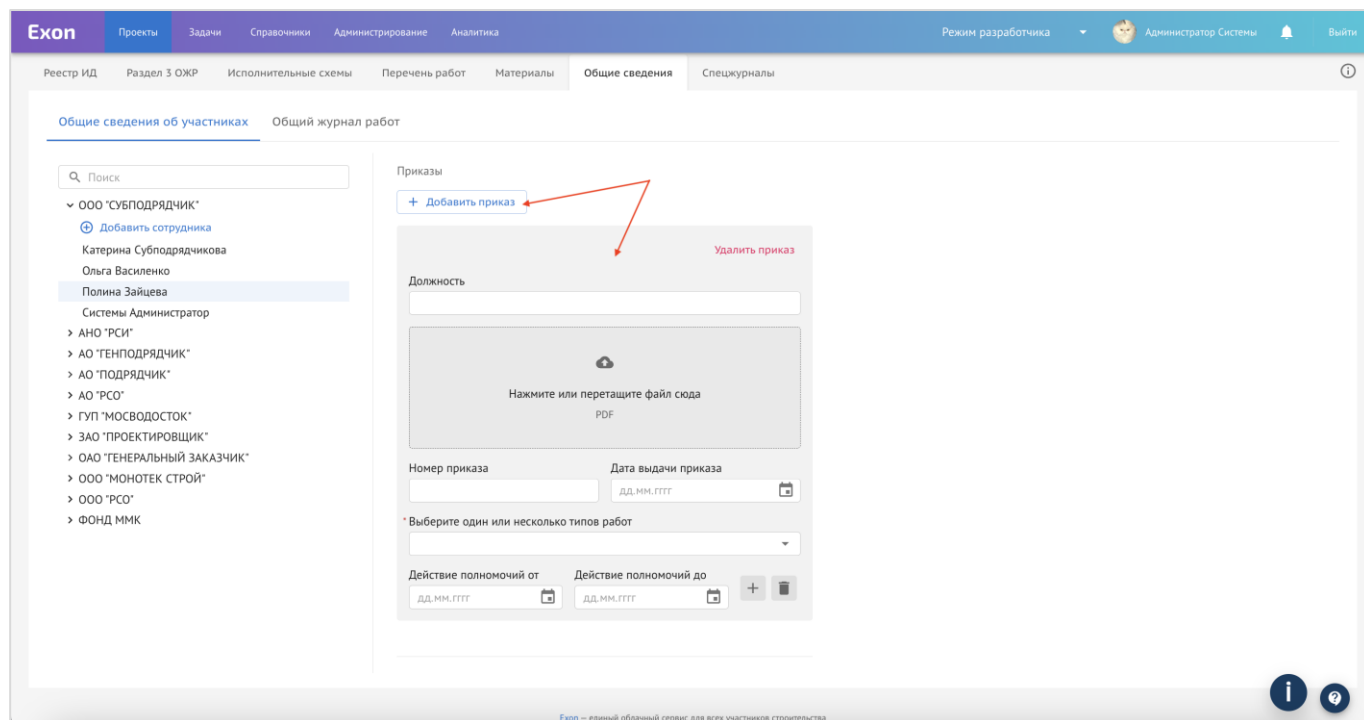

Рис. 4 – Добавление приказа
4. Далее следует добавить приказ о назначении ответственного за подписание, для этого следует нажать на «Добавить приказ» и в раскрывшемся окне заполнить всю информацию согласно приказу (рис. 4):